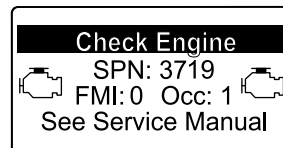

Figura 42
- Se è necessaria una rigenerazione di recupero, viene visualizzata un'avvertenza motore nell'InfoCenter SPN 3719, FMI 16 (Figura 42) e il computer riduce la potenza del motore all'85%.